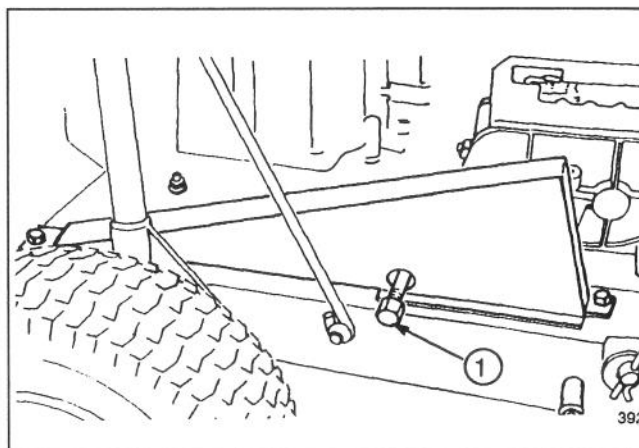

Fig. 7
5. Rimuovete il tappo di scarico (Fig. 7).